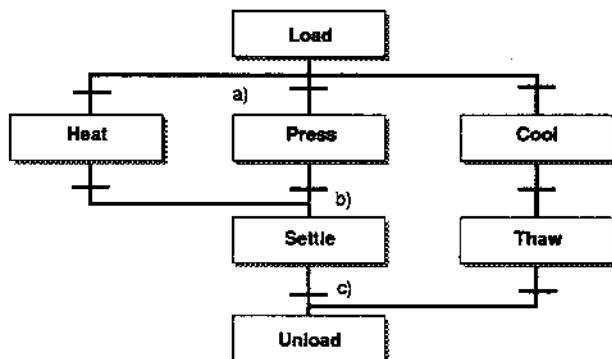

Figure 4-3 Sélection de séquences alternatives
Il est possible de sélectionner les parties alternatives d'une séquence avec des transitions multiples en provenance d'un pas, comme le montre l'exemple a) de la figure 4-3. A partir du pas "Load", il existe trois pas alternatifs qui peuvent être activés. La sélection effectuée dépend de la transition qui est "vraie" la première lorsque "Load" est actif.
- Lorsque les phases du process doivent varier en fonction du type de produit en cours de fabrication, comme le montre la figure 4-3.